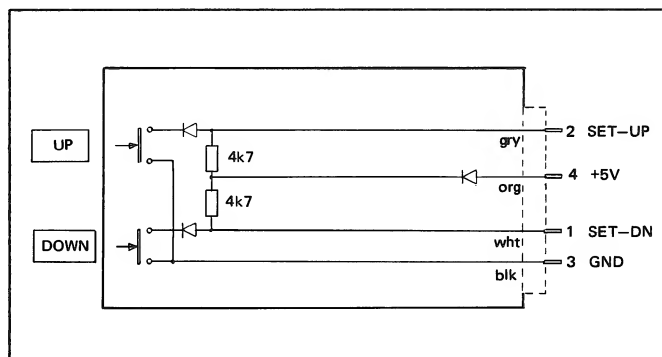

Fig. 3.11
- Brancher le circuit auxiliaire selon Fig. 3.11 sur la fiche J6 du SYSTEM CONTROL